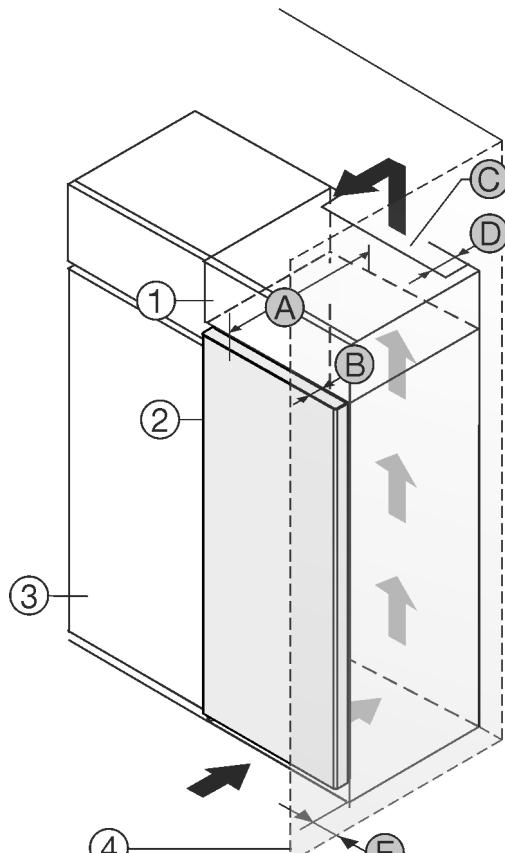

Fig. 1
Uredaj se može postaviti direktno uz kuhinjski element Fig. 1 (3).*
Na stražnjoj strani visećeg ormara treba postojati otvor za odzračivanje dubine Fig. 1 (D) po cijeloj širini visećeg ormara.
Ispod stropa prostorije treba poštovati ventilacijski presjek Fig. 1 (C).
Kada se uređaj postavlja s okovima pored zida Fig. 1 (4), razmak između uređaja i zida mora iznositi najmanje 13 mm.
Kako biste vrata mogli potpuno otvoriti, uređaj mora biti za dubinu vrata Fig. 1 (B) ispred u odnosu na prednjicu kuhinjskog elementa. Ovisno o dubini kuhinjskih elemenata Fig. 1 (3) i uporabi zidnih odstojnika, uređaj može i dalje stršati.*